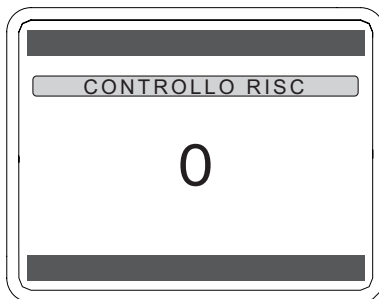

Figura 5.70
- Premere il tasto (✓) per confermare Figura 5.70.